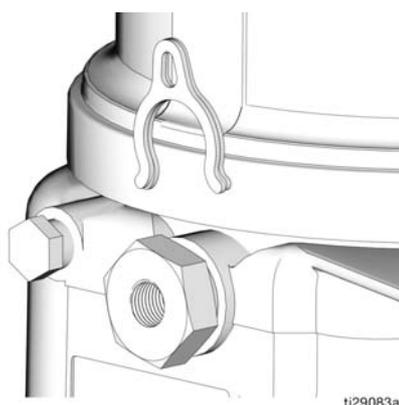

Рис. 18
1. С помощью ключа ослабьте патрон насоса, поворачивая его против часовой стрелки. Не снимайте патрон полностью. Достаточно только немного его ослабить, чтобы можно было добавить или убрать разделитель (Рис. 18).
Для регулировки перекачиваемого объема используются разделители: 0, 1 или 2 (Рис. 18).